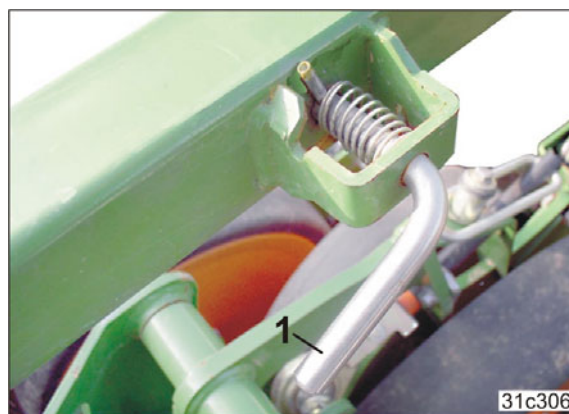

Fig. 217
- 7.1 Tryk på grebet (Fig. 217/1), og skub spormarkøren ind. Sørg for, at grebet går i indgreb efter hver indstilling som vist.